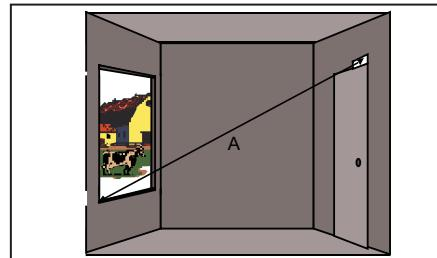

Рис. 3.1. Установка на противоположную стену с использованием дверного контакта
- Убедитесь, что датчик находится не дальше 3 м от всех углов стекла (линия А на рис. 3.1).